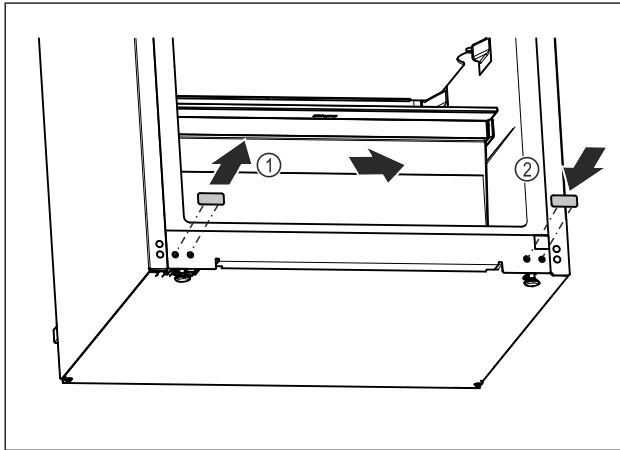

Fig. 21
- ▶ Vedä peitetulpat irti. Fig. 21 (1)
- ▶ Aseta peitetulpat vastapäiselle puolelle. Fig. 21 (2)